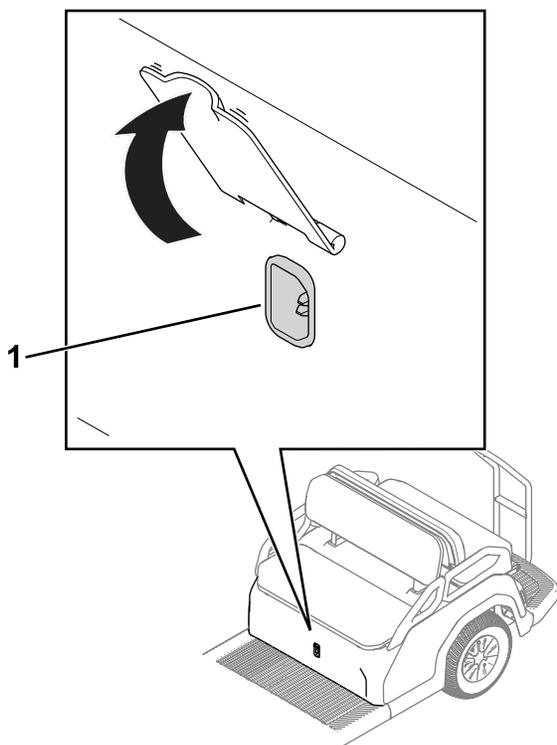

図 18
1. マシン充電器の出力部に電源コードを接続する 図 18。